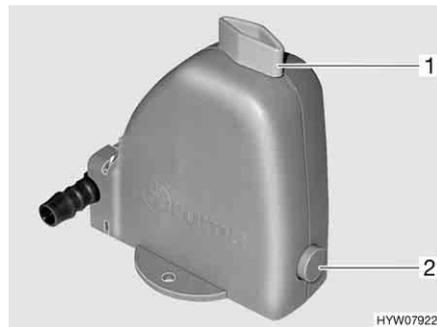

Fig. 203 Valvola di sicurezza/di scarico del boiler
Il boiler è dotato di una valvola di sicurezza/di scarico (Fig. 203). La valvola di sicurezza/di scarico impedisce che l'acqua congeli nel boiler in presenza di basse temperature esterne, quando il riscaldamento dell'autocaravan non è acceso.
- Chiudere la valvola di sicurezza/di scarico. A tal fine ruotare la manopola (Fig. 203,1) verticalmente rispetto alla valvola di sicurezza/di scarico e premere verso l'interno il bottone automatico (Fig. 203,2).
- Aprire la valvola di sicurezza/di scarico. A tal fine ruotare la manopola (Fig. 203,1) nel senso della lunghezza della valvola di sicurezza/di scarico. Il bottone automatico (Fig. 203,2) scatta all'infuori. Il boiler viene svuotato verso l'esterno tramite la valvola di sicurezza/di scarico.